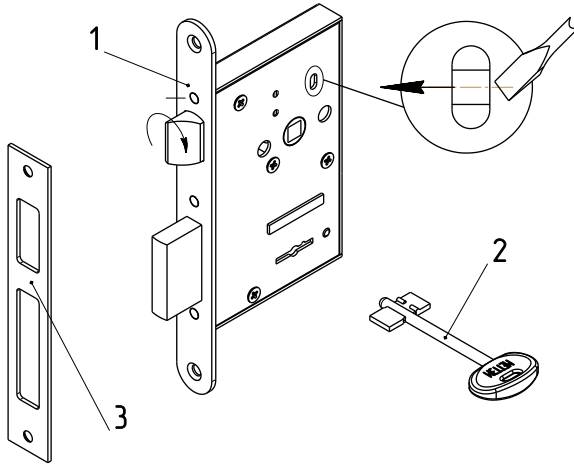

Рис.1
Комплектность замка приведена в таблице и показана на рис. 1.
4.1. Внешний вид и установочные размеры замка показаны на рис.1,2.
5.2. Установить при необходимости защелку в соответствующее положение для правой или левой двери путем ее выдвижения из корпуса отверткой через отверстие в крышке замка и разворота на 180° вокруг своей оси (см. рис.1).